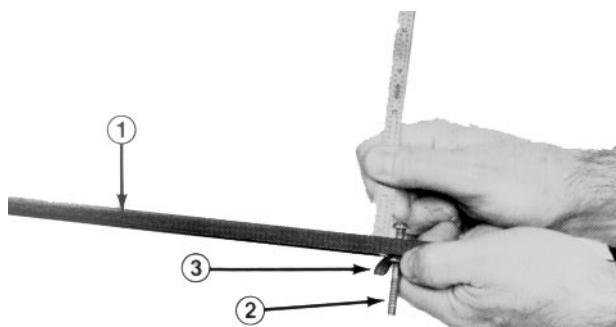

Fig. 7
3. Aliviar a porca na barra medidora (Fig. 7) e regular o parafuso de ajuste para a altura de corte desejada. A distância entre a parte inferior da cabeça do parafuso e a superfície da barra é a altura de corte.